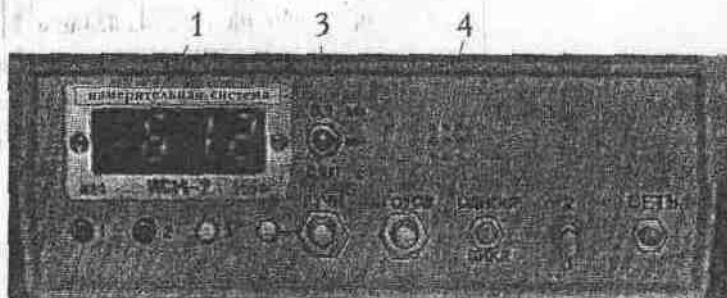

Рис. 5. Панель управления измерительной системы
Время удара определяется продолжительностью электрического контакта шаров при ударе — фиксируется измерительной системой и отображается на индикаторной панели (см. рис. 5).
Лампы 2 и 3 (2 на рис. 5) загораются в момент готовности прибора к измерению времени удара. За панелью прибора в области 1 установлен динамик, дающий звуковой сигнал, в момент соприкосновения шаров при ударе.
- установить переключатели на панели управления (рис. 5) в положения: «0.1 мс-0.01 с» в положение «0.1 мс» (вверх  $\uparrow$ ), «1-2» в «1» (вниз  $\downarrow$ ), «ОДНОКР.ЦИКЛ» в «ОДНОКР» ( $\uparrow$ );